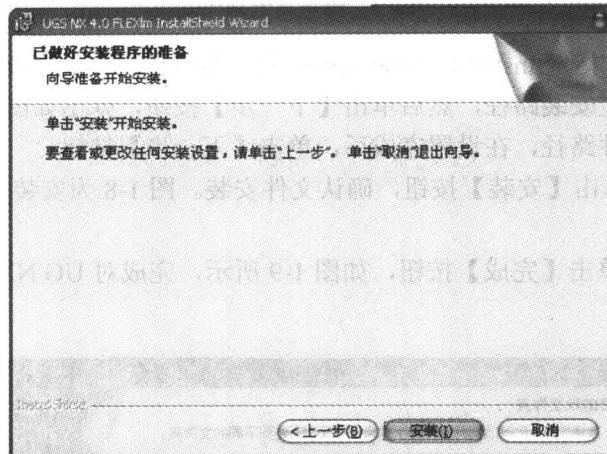
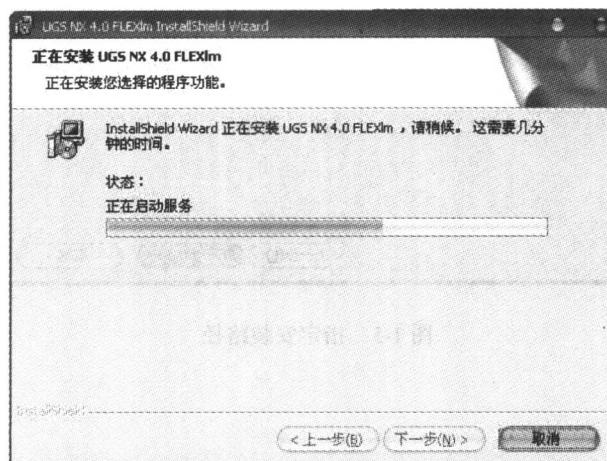

图 1-7 确认安装对话框
图 1-8 安装 UGS NX 4.0 FLEXlm 对话框
- 在图 1-7 中, 单击【安装】按钮, 确认文件安装。图 1-8 为安装 UGS NX 4.0 FLEXlm 界面。